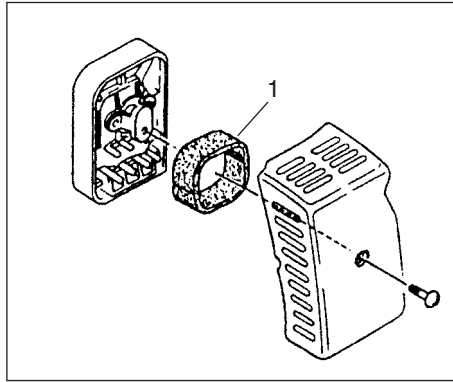

Fig. 3-2
**Воздушный фильтр (Рис. 3-2)**